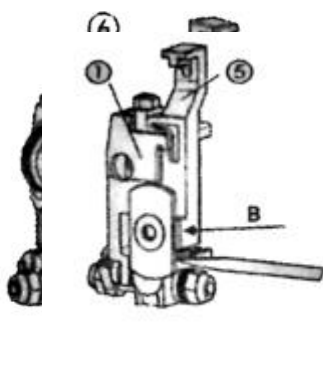

Рис. 20
- Нажмите на рычаг ножа (5), чтобы снять коробку (стрелка A), и будьте осторожны, чтобы не вытолкнуть пружину. (Рис. 20)
- Замените толкатель режущего ножа (5) в боксе для ножа (стрелка B) и при помощи отвертки вдавите нажимную пружину ножа в боксе для ножа, чтобы убедиться, что пружина не согнута. (Рис. 20)